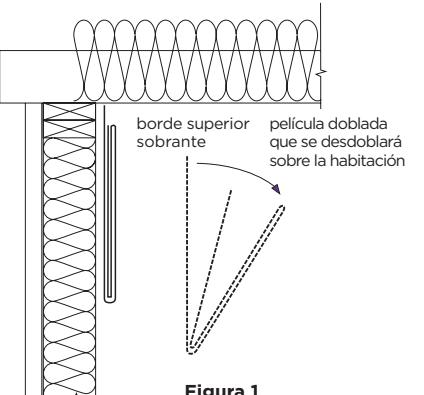

Figura 1
- Una vez que haya engrapado la esquina opuesta, deje que la hoja doblada se desdoble hacia el piso (Figura 1).
- Tire de la hoja hacia abajo y engrape a la placa inferior del umbral. Luego engrape a intervalos de 12"-24" a lo largo de cada soporte. Debe tratar de eliminar todas las arrugas a lo largo de la superficie del soporte para facilitar la instalación posterior del muro de acabado. (vea Figura 1.)